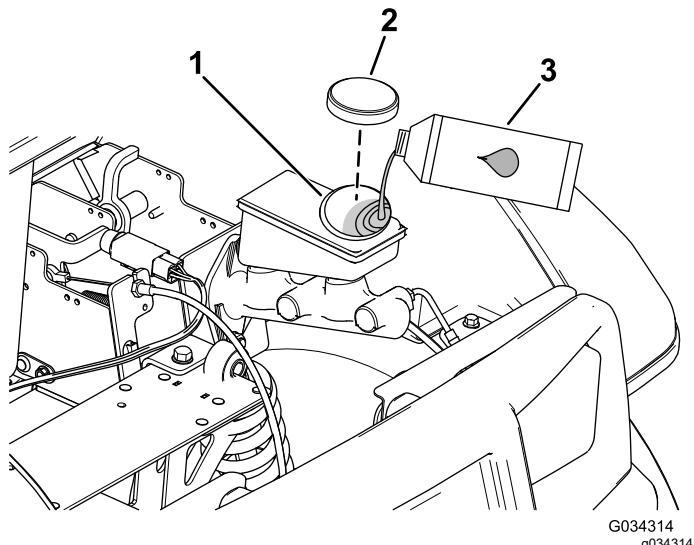

Figure 51
- A. Nettoyez la surface autour du bouchon du réservoir et enlevez le bouchon (Figure 51).
- C. Remettez le bouchon du réservoir (Figure 51).
2. Soulevez le capot pour accéder au maître-cylindre de frein et au réservoir (Figure 51).